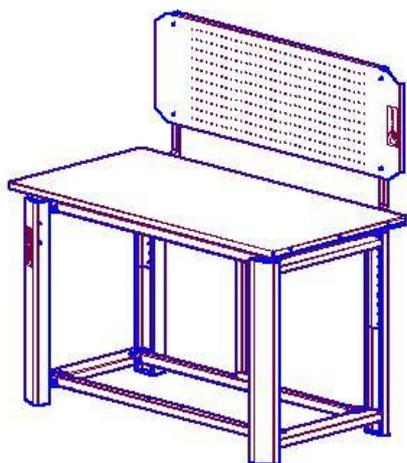

Рис.1 Верстак
- 3.1. Верстак (рис.1÷5) состоит из металлического каркаса (поз.1), собранного на болтах и различных вариантах тумб (с выдвижными ящиками или с дверцей) (поз.2), устанавливаемых на поперечины каркаса, а так же закрепленной на каркасе столешницы (поз.3) и экрана (поз.4) со светильником (поз.5) либо без него.